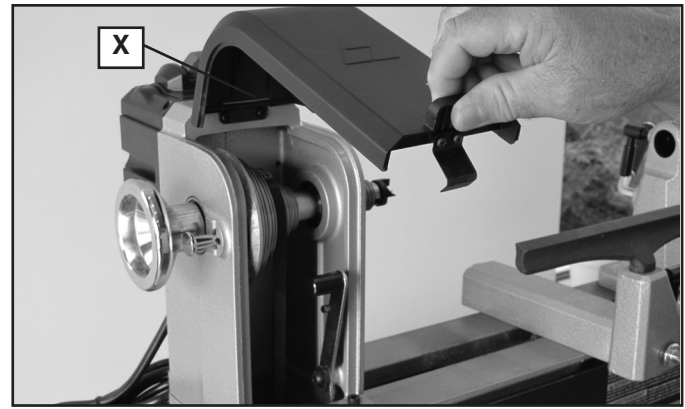

Fig. 14
1. Soulever le couvercle (X) du logement des poulies, fig. 14.
3. Ouvrir le panneau inférieur latéral (AA), fig. 16, et déplacer la courroie sur le palier de la poulie voulue en fonction du régime recherché voir le tableau apposé sur la face interne du couvercle (X), fig. 14.
5. Refermer solidement le panneau inférieur latéral (AA), fig. 16, et le couvercle du logement des poulies (X), fig. 14.
1. Ouvrir le couvercle du logement des poulies (X), fig. 14, et le panneau latéral (AA), fig. 16.
5. Fermer solidement le panneau inférieur latéral (AA), fig. 16, et le couvercle du logement des poulies (X), fig. 14.